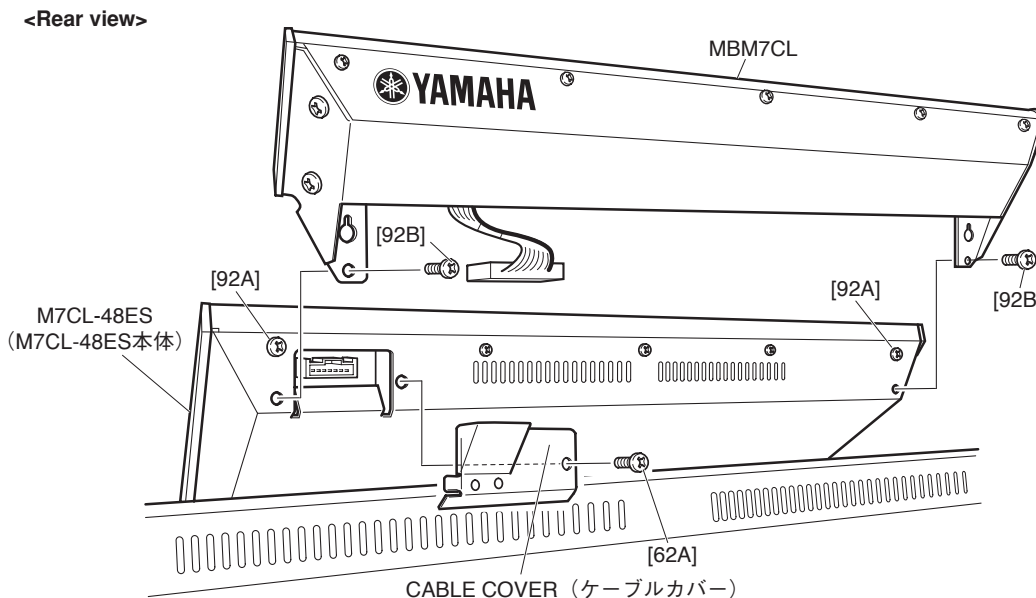

Fig. 11 (図 11)
- D-1-1 Remove the screw marked [62A]. The cable cover can then be removed. (Fig.11)
- D-1-2 Loosen the two (2) screws marked [92A] and remove the two (2) screws marked [92B]. The MBM7CL can then be removed from the M7CL. (Fig.11)
- D-1-1 [62A] のネジ 1 本を外して、ケーブルカバーを外します。(図 11)
- D-1-2 [92A] のネジ 2 本を緩め、[92B] のネジ 2 本を外して、M7CL 本体から MBM7CL を外します。(図 11)